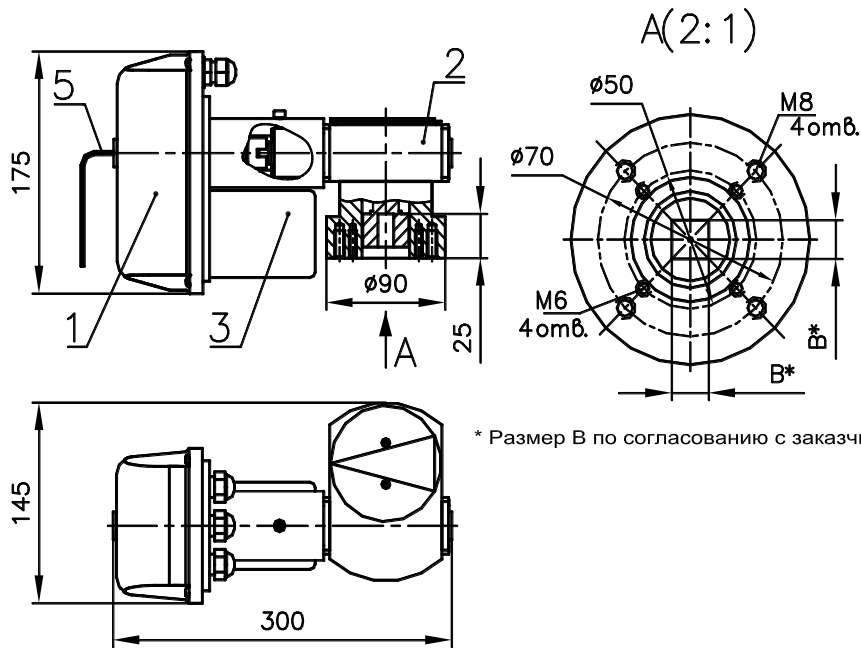

Рисунок 1 - ВЭО-15-160
- электропривод (см. рис.1 – поз.1);
- редуктора (см. рис.1 – поз.2).